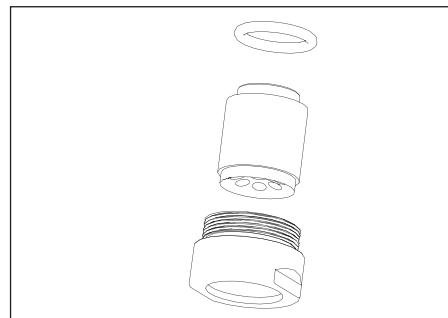

Fig. 5.2 Moer + straalbreker + rubberen afdichtring
*Om de straalbreker ligt een rubberen ring. Als deze niet met de straalbreker meekomt dient deze ring voorzichtig met een niet-scherp voor-werp uit de kraanuitloop verwijderd te worden (zie fig. 5.2).*
Controleer of de rubberen afdichtring geen beschadigingen heeft\* (*zie fig 5.2*). Vervang\* of reinig de kunststof straalbreker volgens de gebruiksaanwijzing in een ontkalkingsmiddel. Monteer het geheel, draai de moer niet te zwaar vast, anders beschadigt de Schroefdraad.